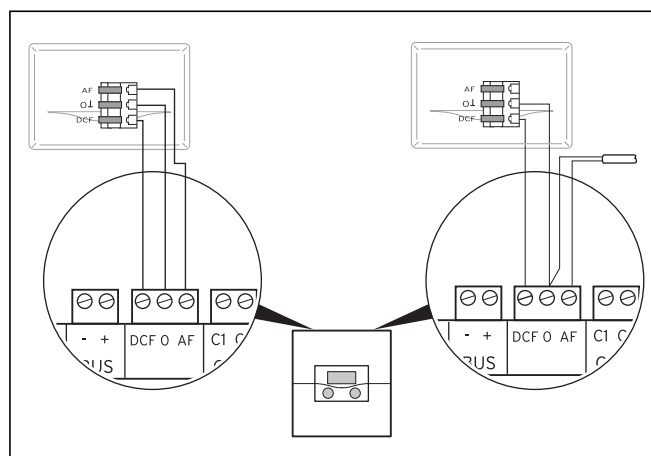

Рис. 5.11 Подключение DCF-приемника
- Выполните электромонтаж DCF-приемника согласно рис. 5.11.